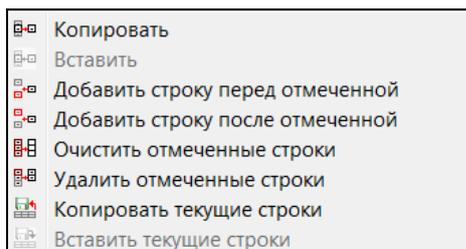

Рис. 2.3-5. Меню управления таблицей
- управление таблицей можно выполнить с помощью выпадающего меню (рис. 2.3-5), которое появляется после нажатия правой кнопки мыши (курсор должен находиться в поле таблицы);